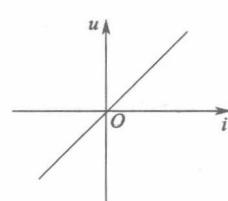

图 10.1-2
性质：①伏安关系符合欧姆定律 $u = Ri$ （或 $U = RI$ ）。特性曲线见图 10.1-2。